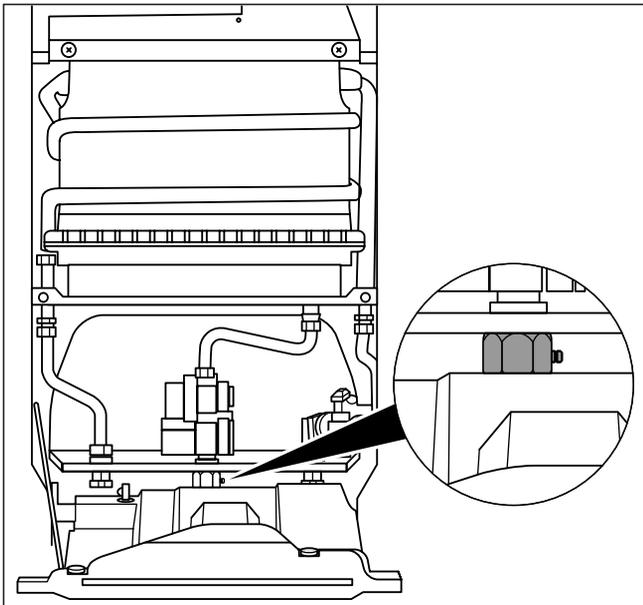

Abb. 6.1 Messstutzen Gas-Anschlussdruck
- Schrauben Sie die Dichtungsschraube des Anschlussdruck-Messstutzens heraus (siehe Abb. 6.1 Messstutzen Gas-Anschlussdruck).